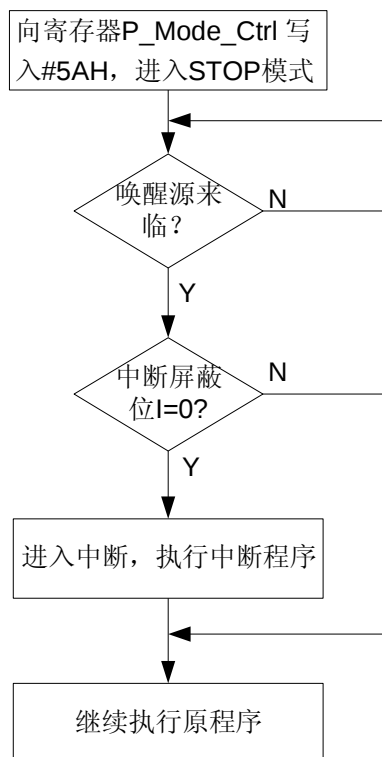

图 21-3 STOP 模式的运行流程
当使用中断将 CPU 唤醒后，程序会产生分支：如果状态寄存器 P 中的中断屏蔽位 (I) 为 1，主程序会继续执行下去，不会产生跳转。但是如果 (I) 为 0，主程序会暂停，跳转到中断服务子程序去执行。具体流程如图 21-3 所示。